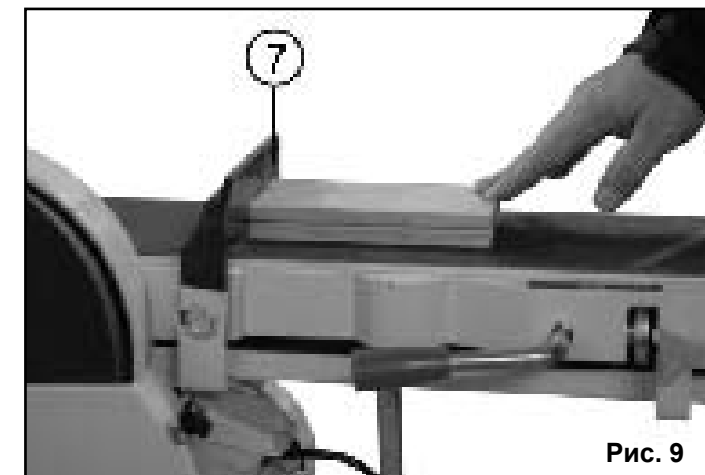

Рис. 9
Не нажимайте слишком сильно на заготовку. Машина работает лучше без приложения больших усилий нажатия на заготовку, Рис.9. Задний упор (7) фиксирует деревянную заготовку во время работы. Во время работы берегите руки.